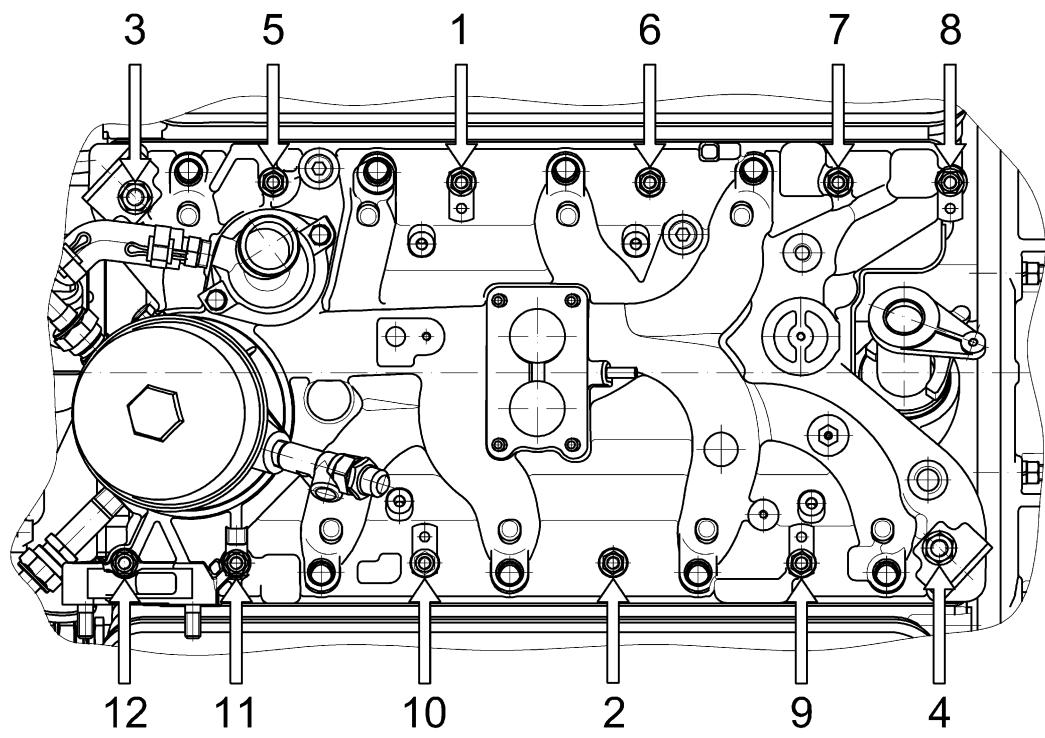

Рис.14. Порядок затяжки гаек впускной трубы
Перед установкой следует проверить состояние сопрягаемых плоскостей впускной трубы, головок и блока цилиндров, а также прокладок. Сначала завернуть гайки так, чтобы равномерно слегка прижать прокладки, затем произвести окончательную затяжку гаек. Предварительную и окончательные затяжку гаек впускной трубы производить в последовательности, указанной на рис.14.
**Толкатели 2** (рис.14) - плунжерного типа. Внутри толкатель имеет сферическое углубление для нижнего наконечника штанги. На цилиндрической поверхности толкателя у нижнего торца имеются два отверстия для слива излишков масла из внутренней полости толкателя.